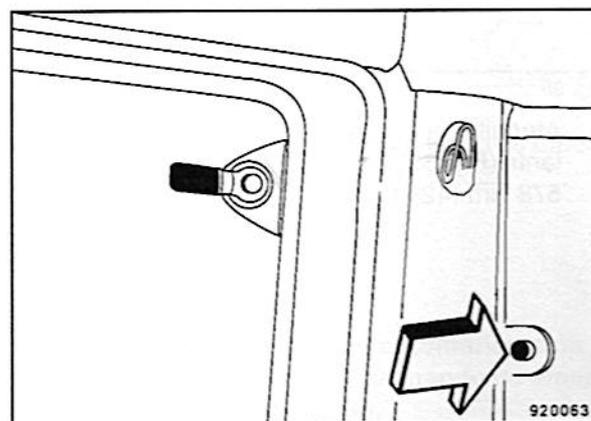

Fig. 98
- Para cerrar la ventana de la cabina hay que apretar el botón de encastre (Fig. 98), girar la ventana de la cabina hacia atrás y cerrarla.